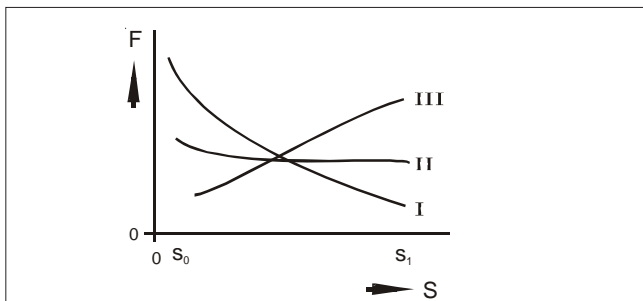

Bild 2.3.1
- 2.2.3. Die **Hubendlage s0** (siehe auch Abszissenullpunkt im Bild 2.3.1) ist die im Gerät konstruktiv festgelegte Stellung des Ankers, die er infolge der elektromagnetischen Kraftwirkung einnimmt.
Man unterscheidet grundsätzlich drei verschiedene Arten von Kennlinien. (Bild 2.3.1):